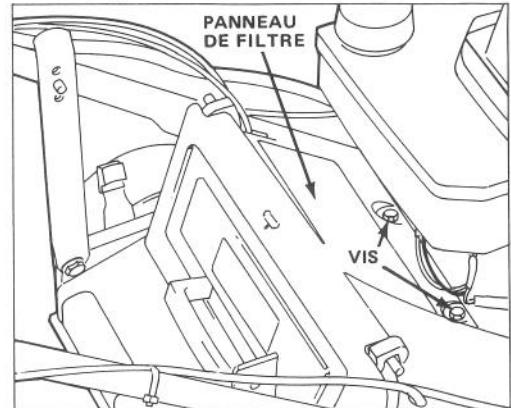

Figure 23
2. Retirez les (2) vis qui tiennent le panneau de filtre à la partie supérieure du carter de la tondeuse (Fig. 23). Retirez le panneau.